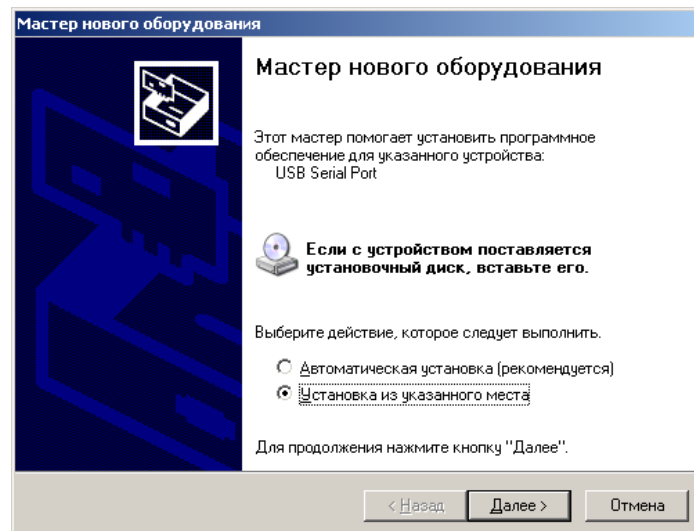

Рис.10. Мастер обнаружения нового оборудования.
- 3) После подключения операционная система обнаружит новое устройство и появится окно "Мастер обнаружения нового оборудования" (рис.10).